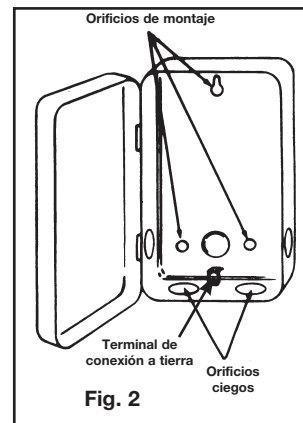

Fig. 2
1. Monte el interruptor temporizador en la ubicación deseada con los tres orificios de montaje que se proporcionan. Monte el interruptor temporizador al nivel de sus ojos, si es posible, y proporcione suficiente espacio hacia la izquierda de la caja para que la cubierta se abra completamente. (Consulte Fig. 2). No es necesario retirar el mecanismo del interruptor temporizador de la caja para montarlo, ya que el orificio de montaje superior es un orificio de montaje de tipo ovalado. Fije un tornillo u otro sujetador al nivel de los ojos. La cabeza del tornillo o el sujetador debe ser levemente más grande que la parte angosta del orificio ovalado para garantizar que el interruptor temporizador quede bien sujeto. Los dos orificios de montaje restantes brindan la posibilidad de fijar el interruptor temporizador.